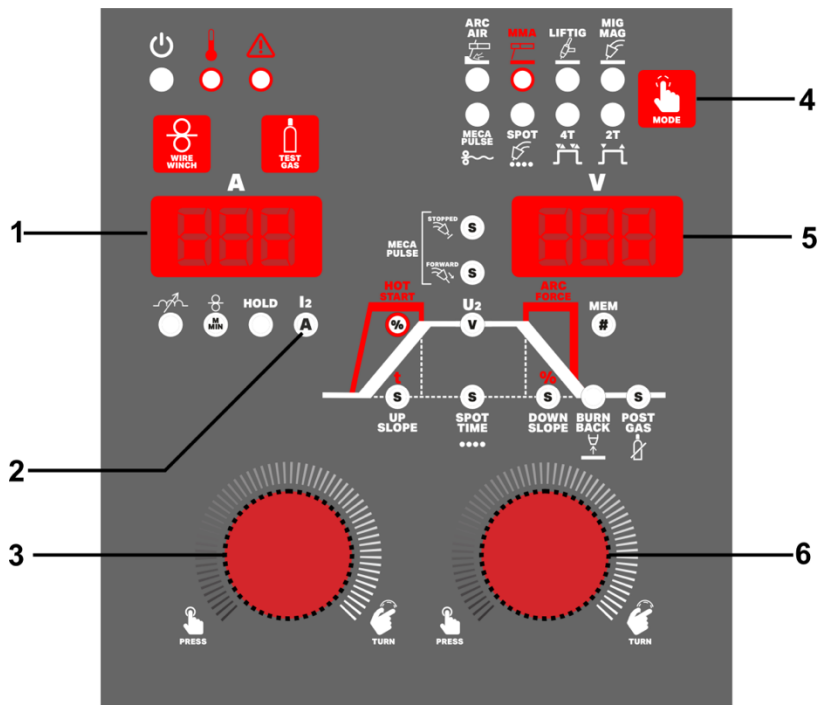

Fig.11
- Selecteer de TIG-lasmodus met 2 keer toortsmodus (wanneer TIG en 2T LED's branden), met 4 keer toortsmodus (wanneer TIG en 4T LED's branden) of met SPOT-modus (wanneer TIG en SPOT LED's branden) op modusselector 4 (Fig.11).
** 4T - Wanneer de trekker van de toorts wordt ingedrukt, begint het gas te stromen totdat de lasser de ontsteking door LIFTIG (zie Fig.11) maakt en de boog tot stand komt. U kunt de trekker loslaten. De stroom stijgt volgens de UPSLOPE-tijd voor de ingestelde waarde van I_2 . Wanneer de trekker van de toorts wordt ingedrukt, neemt de stroom af volgens de ingestelde tijd van DOWNSLOPE, dooft de boog en begint de POST GAS tijd.